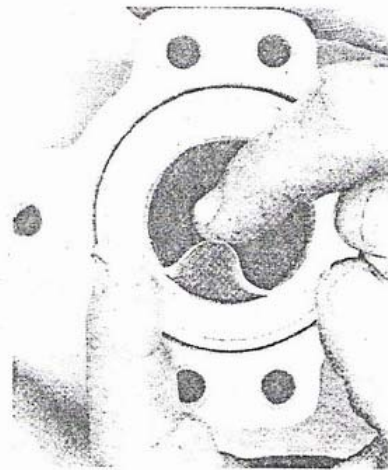

图 30
34. 打开上部凸缘（图 30），把液管的上部和下部都对齐到中心点。确保液管凸缘装于液管适配器中。